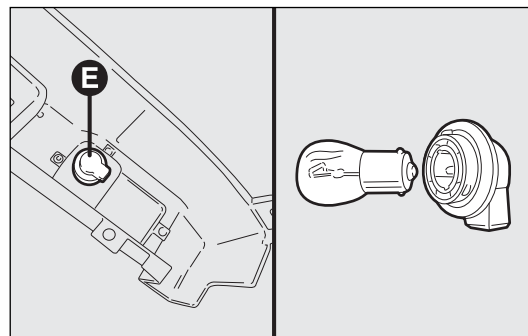

fig. 200
- girar el portalámparas E hacia la izquierda (1/8 de vuelta), extraer la lámpara de bayoneta empujándola ligeramente y girándola hacia la izquierda, luego sustituirla fig. 200.